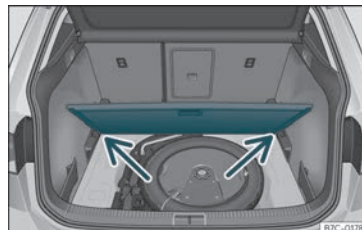

Fig. 115 Piso variável da bagageira: posição inclinada.
- Apoie o piso sobre os alojamentos previstos para o efeito»» Fig. 115 (setas).